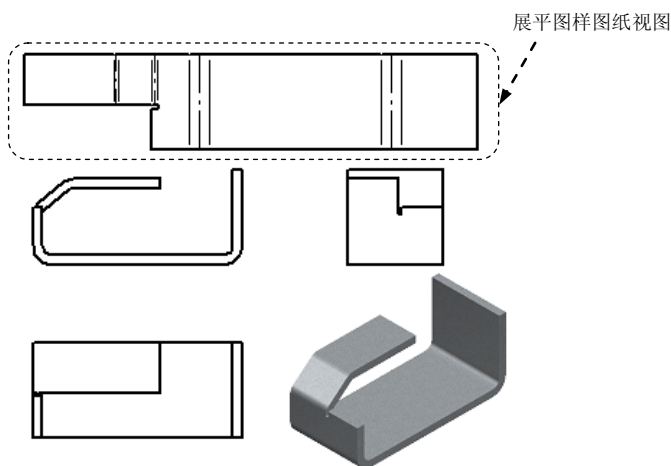

图 7.2.7 创建展平图样图纸视图
Step1. 选择零件模型。单击“图纸视图”区域中的“视图向导”按钮，系统弹出“选择附件”对话框，单击 **确定** 按钮；在此时系统弹出“图纸视图创建向导”对话框（一）中的 **零件和钣金图纸视图选项** 区域选中 **展平图样 (F)** 单选项，在 **在以下视图中显示相切边** 区域选中 **正视图 (R)** 复选框，单击 **下一步 (N) >** 按钮。
Step2. 定向视图。此时系统弹出“图纸视图创建向导”对话框（二），在对话框中的 **命名视图 (V):** 区域下面选择 **top** 选项，单击 **完成 (F)** 按钮。
Step4. 放置视图。将鼠标放在图形区，会出现视图的预览，选择合适的放置位置单击以生成展平图样图纸视图，如图 7.2.7 所示。